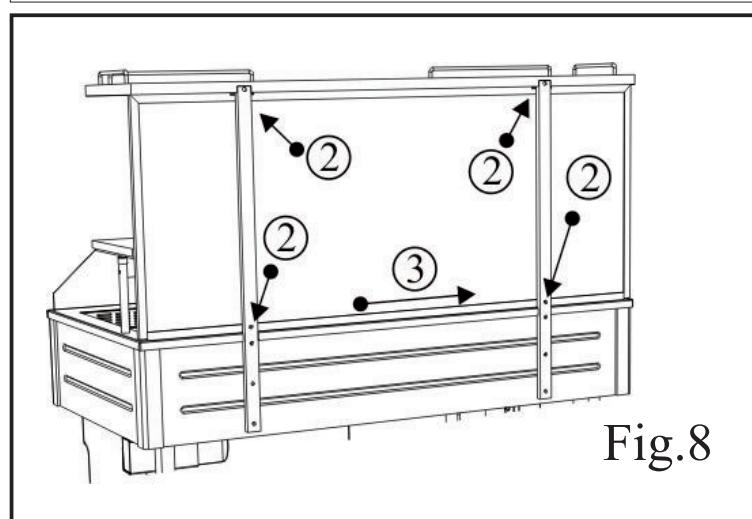

Fig.8
1. Togliere l'alimentazione elettrica. 2. Svitare le viti di sostegno posteriori. 3. Sostituire lo specchio e ripristinare il tutto (vedi Fig.8).